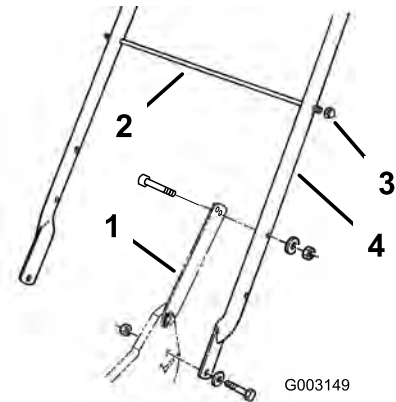

Figura 3
1. Fije el manillar al exterior de la carcasa del cortacésped (usando el taladro inferior) con 2 pernos (5/16 x 1-1/4 pulgadas), arandelas y contratuercas finas (5/16 pulgada) (Figura 3).
2. Fije los cierres del manillar al manillar con dos pernos (5/16 x 1-1/2 pulgadas), arandelas, y contratuercas (5/16 pulgada) (Figura 3).
lado del manillar y fije cada extremo con una contratuerca de caperuza (Figura 3).